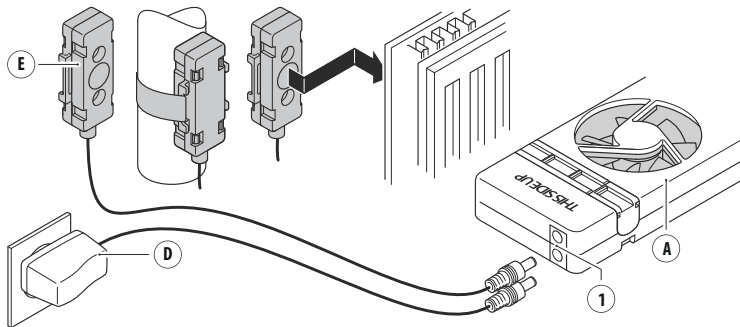

Fig. 3 - Connexion de l'adaptateur secteur (D) et du capteur de température (E).
- Connectez le **câble du capteur de température** (E) à l'un des **connecteurs femelles** (1) du **SpeedComfort** (A).
- Fixez le **capteur de température** (E) avec les aimants réglables (B) à l'arrière du radiateur, à proximité du tuyau d'alimentation en eau chaude ou sur le tuyau lui-même (voir fig. 3). Régler les curseurs magnétiques à la bonne largeur.
5. Connectez l'**adaptateur secteur** (D) au **connecteur femelle restant** (1) et à la prise murale (voir fig. 3).